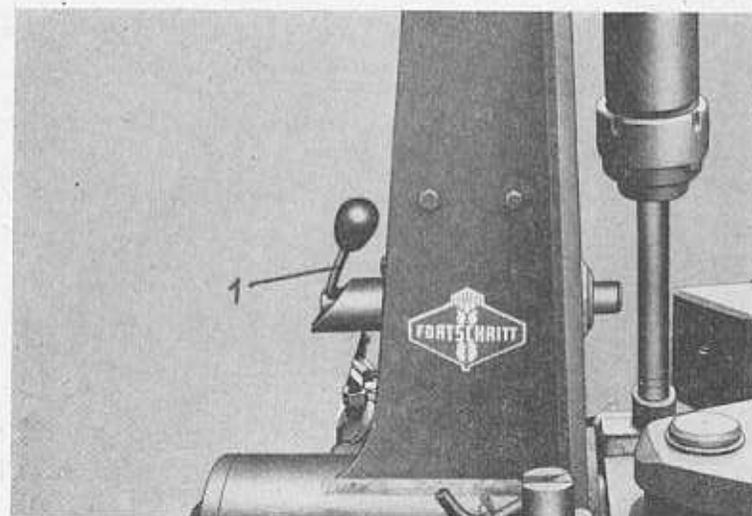

Abb. 6 Transportverriegelung in Transportstellung
- Beim erstmaligen Anbau des Pfluges am Traktor ist darauf zu achten, daß durch evtl. noch vorhandene Luftpneinschlüsse in den Hydraulikleitungen beim Lösen der Transportverriegelung (Abb. 6) der Pflug unkontrollierte Drehbewegungen ausführen kann.
#### 4.3. Anbau des Pfluges (Abb. 6)
- Stecker 6/1 für Transportverriegelung am Zugdreieck einrasten, d. h. in Transportstellung bringen (Abb. 6).